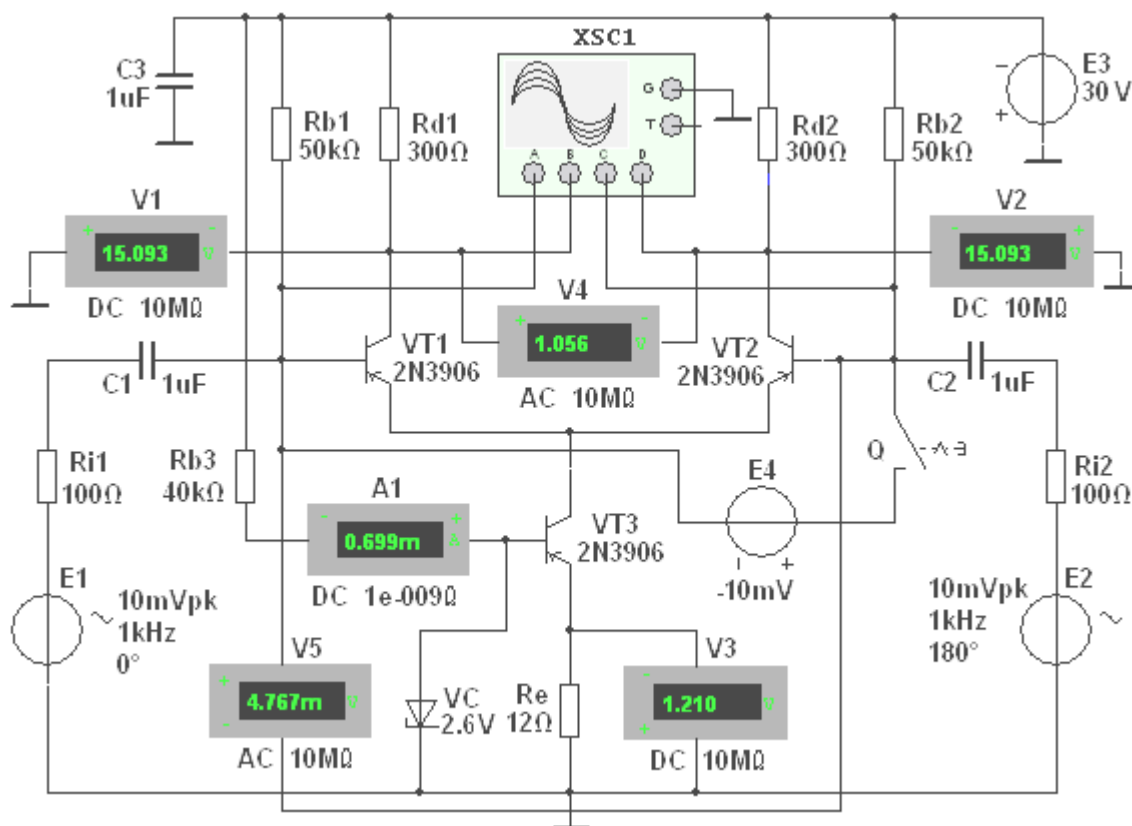
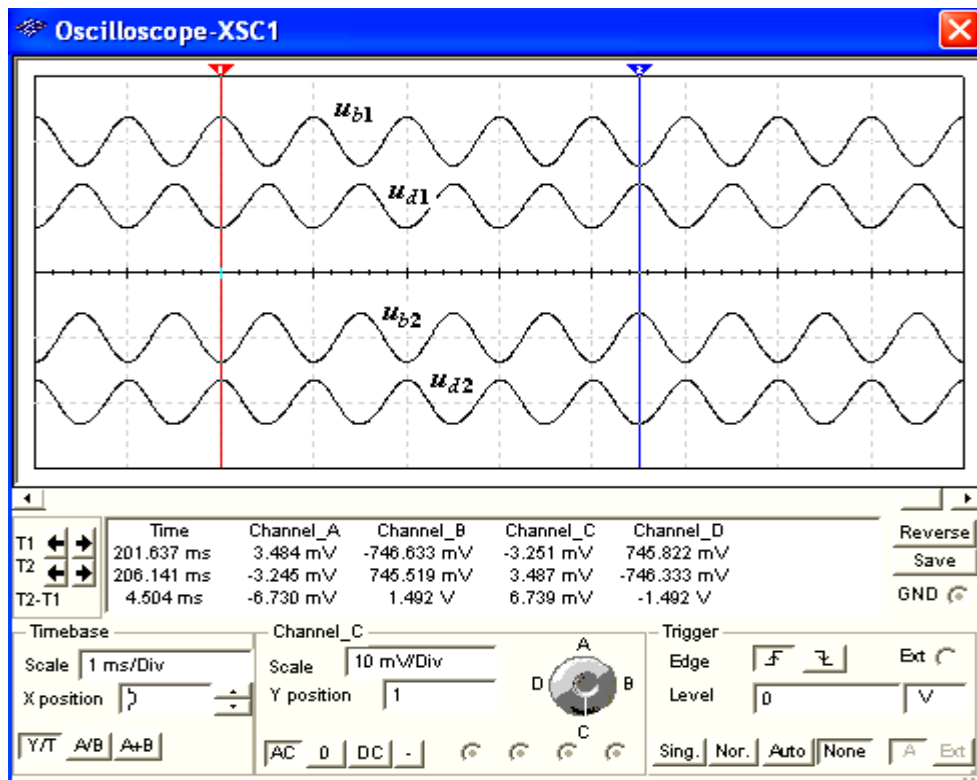

Рис. 1.14
Рис. 1.15
Пункт 4) Задание 3. Собрать на рабочем поле среды MS10 схему для испытания дифференциального усилителя на биполярных транзисторах (рис. 1.14), установить параметры компонентов схемы и скопировать схему на страницу отчёта.
3.1. В схему (рис. 1.14) включены:
В качестве примера на рис. 1.15 представлены осциллограммы входных и выходных сигналов схемы (рис. 1.14), снятые с помощью четырехканального